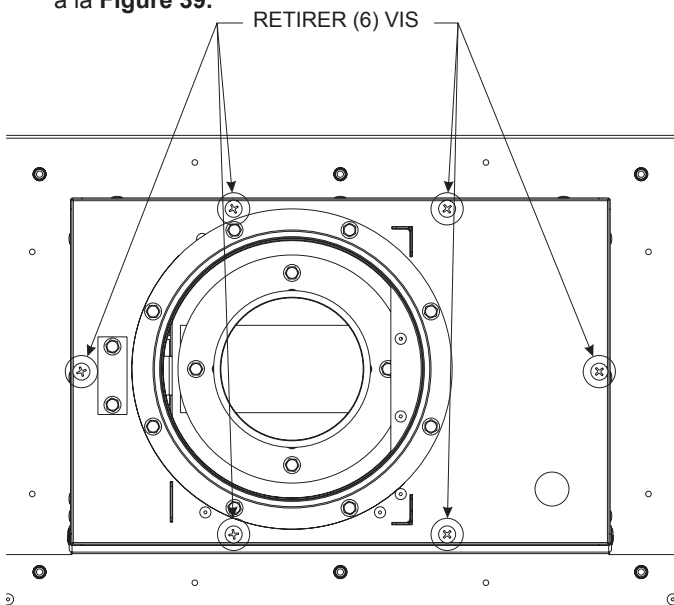

Figure 39
1. Retirer le panneau arrière et la boîte à fumée de l'évacuation forcée après avoir retiré les six vis n° 10-24 x 3/8 po indiquées à la **Figure 39**.